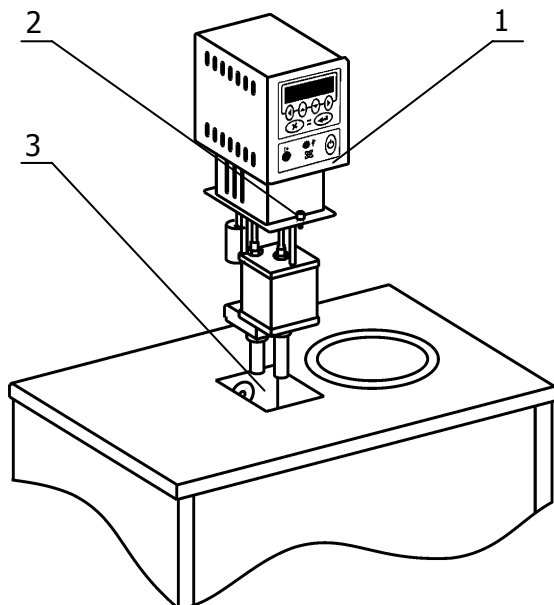

Рисунок 3 — Установка блока регулирования температуры
2.2.3 Установить блок регулирования температуры 1 в отверстие в крышке корпуса термостата 3. После установки закрепить блок регулирования на крышке винтовыми фиксаторами 2 (рисунок 3).